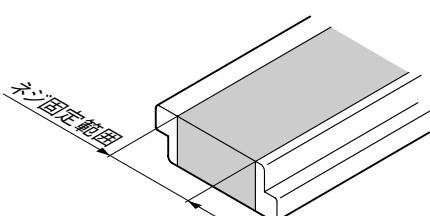

図4-4 内面端部床板
- 内面端部床板のネジ固定範囲は、ラップ形状の内側であればどこでも固定可能です。(図4-4参照)